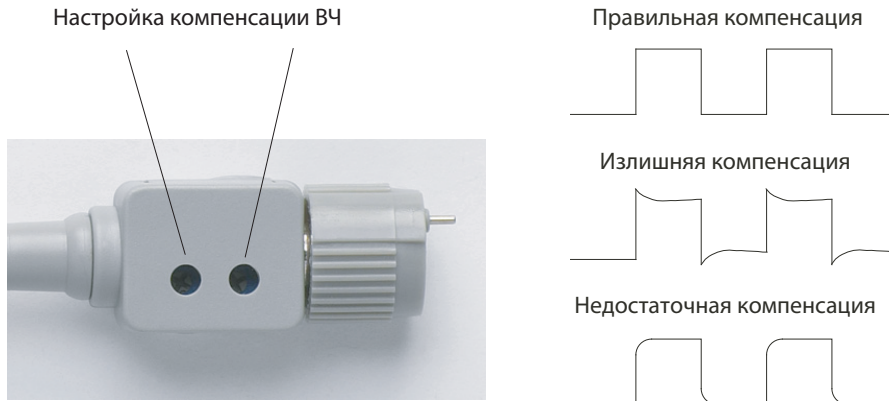

Рис. 5 Высокочастотная компенсация пробника
- 4 Если изображение сигнала отличается от правильно компенсированного сигнала, показанного на рис. Рис. 5, с помощью неметаллического инструмента измените 2 настройки высокочастотной компенсации на пробнике для получения максимально плоских прямоугольных колебаний.